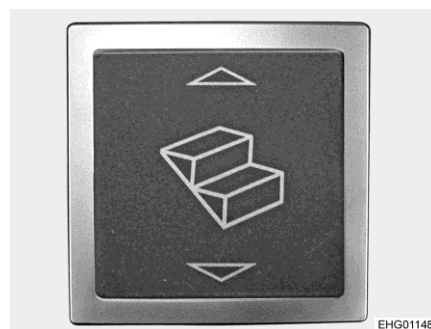

Fig. 6 Pulsador basculante para el escalón de entrada (zona de entrada)
- Pulsar el pulsador basculante (Fig. 6) en la zona de entrada. El escalón de entrada se extiende horizontalmente.